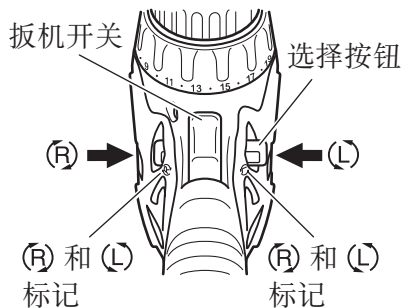

图 9
按选择按钮的 R (右) 侧, 钻头便会顺时针 (从后方看时) 旋转; 按选择按钮的 L (左) 侧则使钻头逆时针旋转。(请参照图 9)。(机身上标有 (L) 和 (R) 标记。)